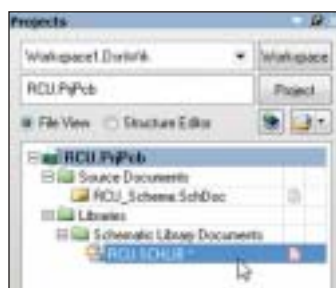

Рис. 19. Сохранение библиотеки в структуре проекта
4. Сохраните библиотеку командой *File/Save* в папке проекта *C:\test-drive\Altium Designer\RCU* (рис. 19).